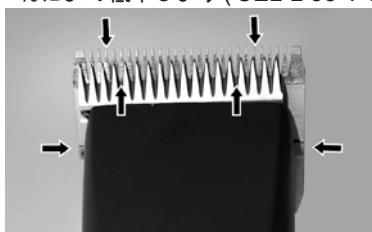

図 22
うまく毛刈りができるように、またバリカンとバリカンヘッドの耐久性を高める為に上下の刃の間に薄いオイルコートを施す必要があります(図22)。
- ▶ 毛刈り中に刃へ十分な潤滑を(15分間隔で)行い、洗い流さないでください(図22)。
刃は、使用前、使用中、使用後に油を塗布する必要があります。バリカンの刃の跡が縞になったり、速度が遅くなる場合は、油が不足しています。バリカンの刃の前面と側面に油を数滴たらします(図22の矢印を参照)。余分なオイルは滑らかな布等で拭き取ってください。潤滑スプレーでは良好な潤滑には足りませんが冷却する役割は果たします。怪我を避ける為に損傷した刃は早急に交換してください。